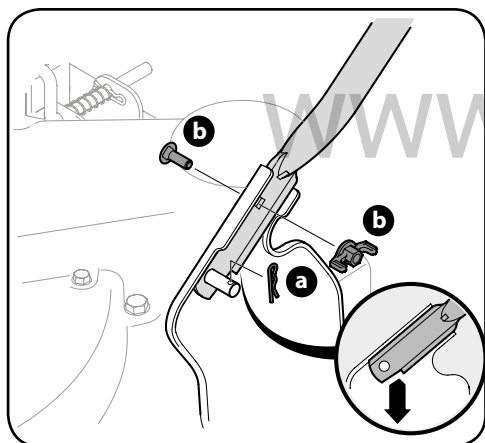

Рисунок 3-1
- Наложите нижние отверстия нижней рукоятки на пальцы на кронштейнах и закрепите фиксаторами. См. рисунок 3-1.
- Вставьте опорные винты в верхние отверстия нижней рукоятки изнутри и закрепите гайками-барашками. См. рисунок 3-1.